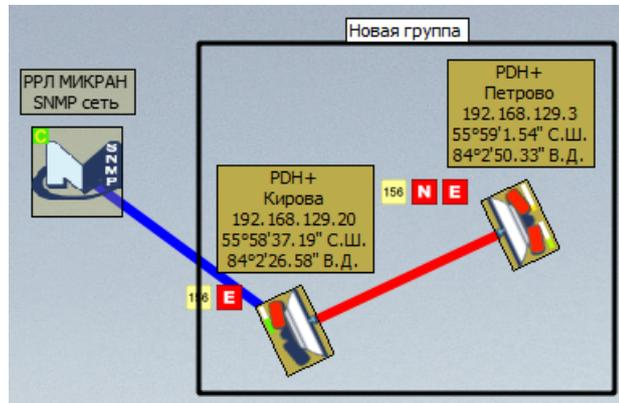
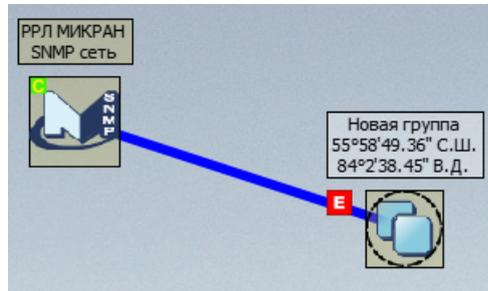

Рис. 80
Рис. 81
6.5.3. СПО "Мастер М" предоставляет оператору два вида групп – "открытые" и "свернутые". "Открытая" группа добавляет к отображению станций общую рамку с заголовком имени группы, как показано на рис. 80. "Свернутая" группа заменяет изображения станций группы общим групповым значком, сходным по общему представлению со значком станции, как показано на рис. 81. Для